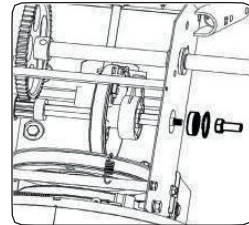

Рисунок 32
3. Осторожно снимите шестигранную гайку и шайбу, см. Рисунок 32, фиксирующую шестигранный вал к раме снегоборочной машины и слегка стукните по концу вала, чтобы выпал шариковый подшипник с правой стороны рамы.